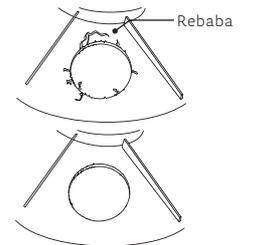

Figura 13.
7. Después de perforar, quedarán "hilos" de plástico colgando (rebaba), se tendrán que quitar para ajustar correctamente el Medidor de nivel a la tapa y evitar que caigan (ver Figura 13).